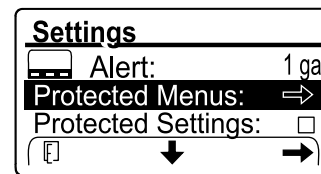

Figure 108
1. Saisissez le code PIN de l'option MENUS PROTÉGÉS (Figure 108) ; voir Accès aux menus protégés \(page 22\).